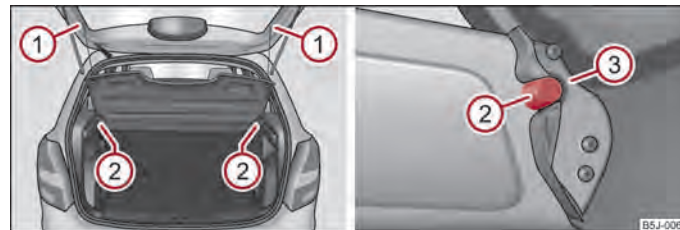

Fig. 47 Desmontaje/montaje de la cubierta del maletero
- Desenganchar las cintas de sujeción ① ⇒ fig. 47.
- Retire la bandeja trasera de sus soportes ②, aplicando ligeros golpes en la cara inferior de la bandeja trasera en el área que se encuentra entre los soportes.
- En el montaje colocar la tapa sobre las superficies de apoyo del revestimiento lateral y colocar los alojamiento en la cubierta ③ por encima del soporte ② en el revestimiento lateral.
- Enganchar las cintas de sujeción ① en la tapa de maletero.